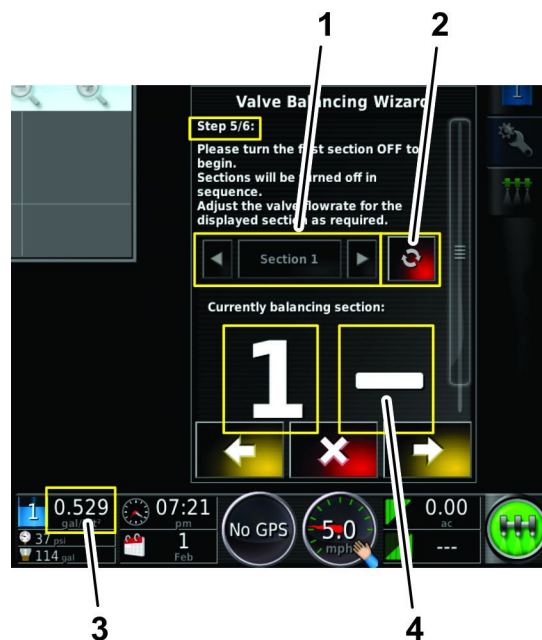

Figura 56
- A taxa de aplicação da válvula de seção está muito elevada (Figura 56).
- A. Utilize o ícone de Ligar/Desligar (Figura 56) para desligar a válvula da seção (vermelho).
- A. Pressione o ícone ligar/desligar seção (Figura 56) para desligar a válvula de seção (vermelho).